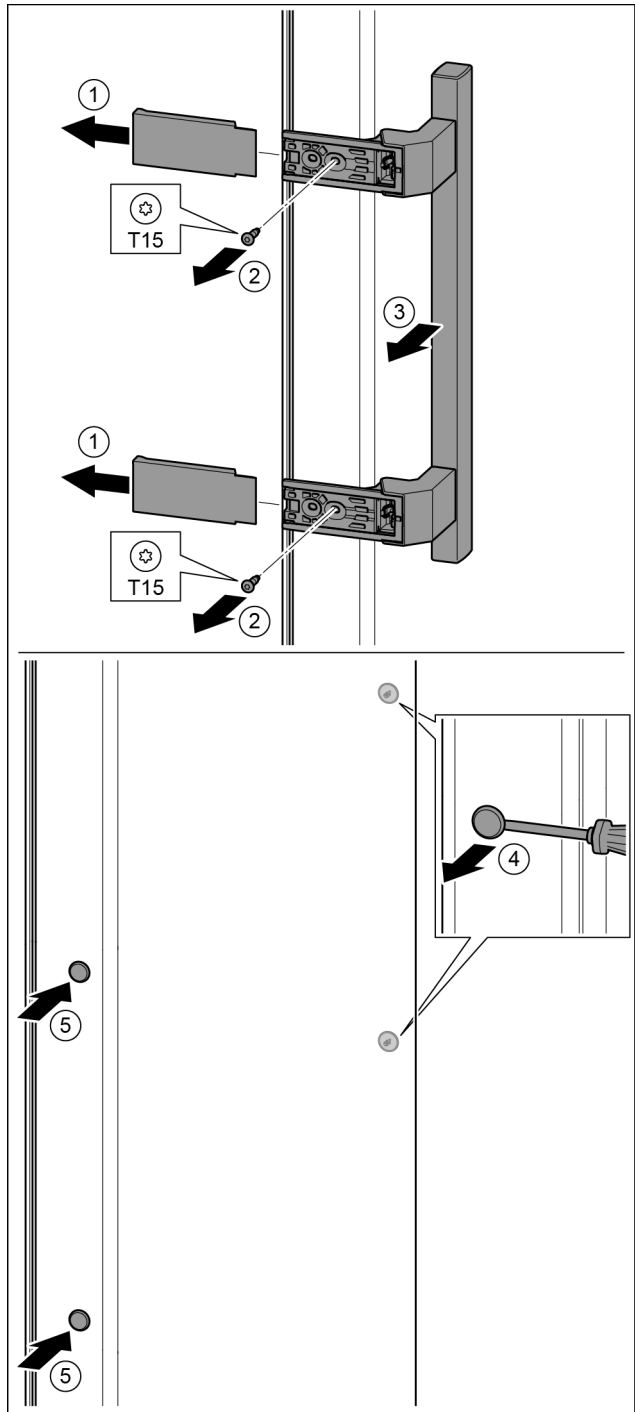

Fig. 38
- ▶ Abdeckung abziehen. Fig. 38 (1)
- ▶ Schrauben mit Schraubendreher T15 herausdrehen. Fig. 38 (2)
- ▶ Griff abnehmen. Fig. 38 (3)
- ▶ Seitlichen Stopfen vorsichtig mit einem Schlitzschraubendreher anheben und herausziehen. Fig. 38 (4)
- ▶ Stopfen auf der anderen Seite wieder einsetzen. Fig. 38 (5)